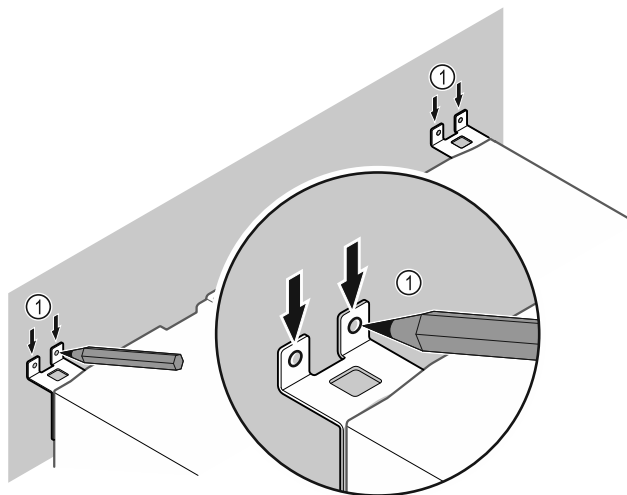

Fig. 9
- ▶ Postavite oznake na zid Fig. 9 (1).